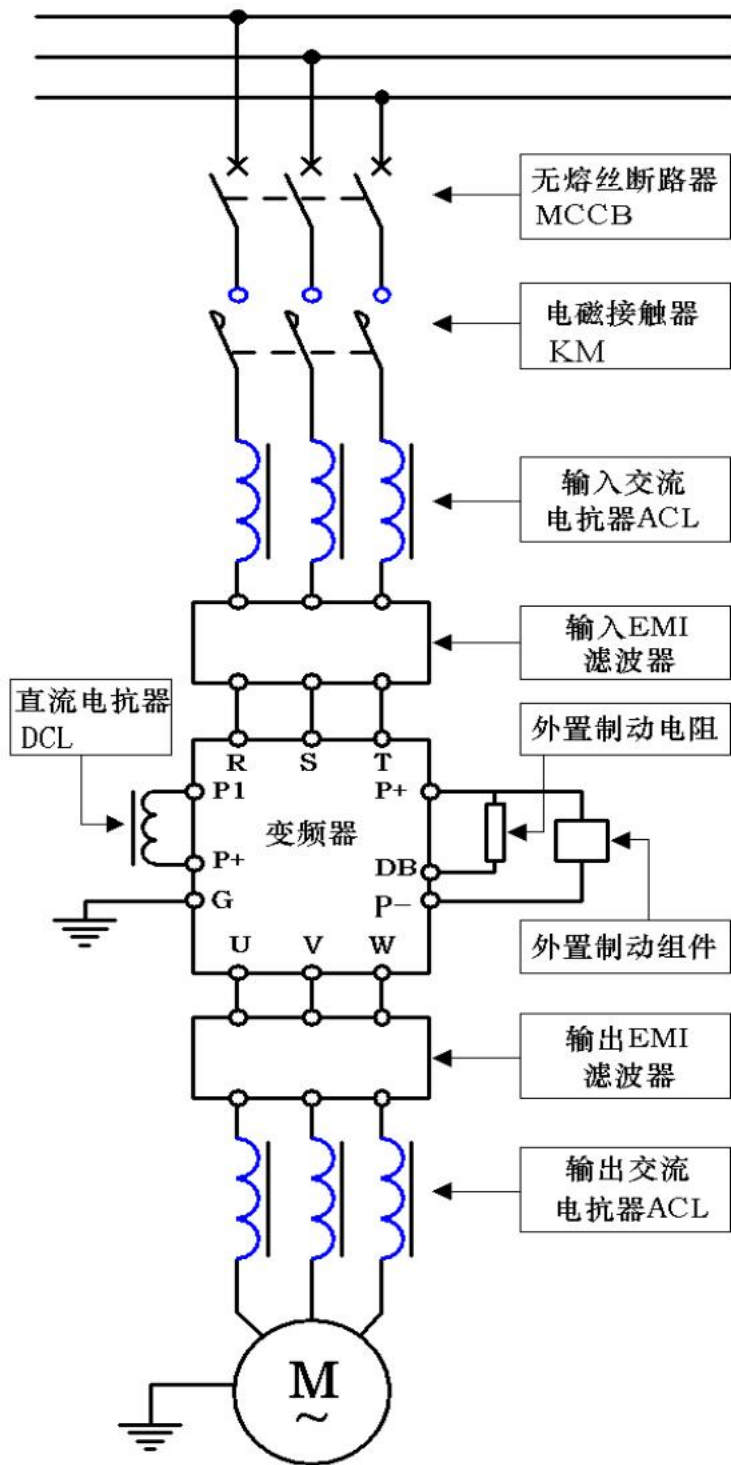

图 2-9 变频器与选配器的连接
2.4.1 DRS3000 系列变频器与外围设备的标准连接图如图 2-9 所示